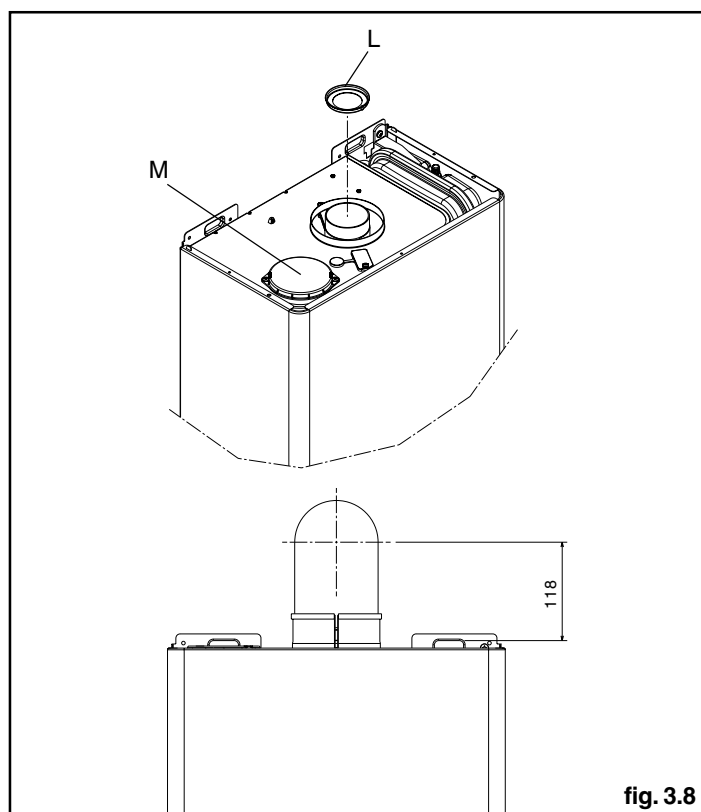

fig. 3.8
La caldaia viene fornita predisposta per essere collegata a condotti di scarico/aspirazione coassiali e con l'apertura per l'aspirazione aria (M) chiusa (fig. 3.8).